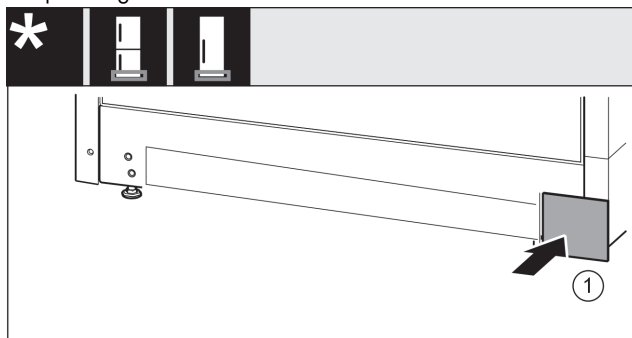

Fig. 45
- Remettre le cache Fig. 45 (1) en place de l'autre côté.